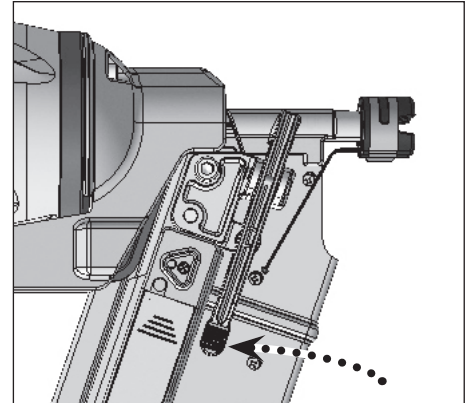

Figura 24 - Palanca de la boquilla de desobstrucción rápida
3. Presione hacia abajo la palanca de la boquilla de liberación rápida para destrabar la porción del tambor de la boquilla (Ver Figura 24).